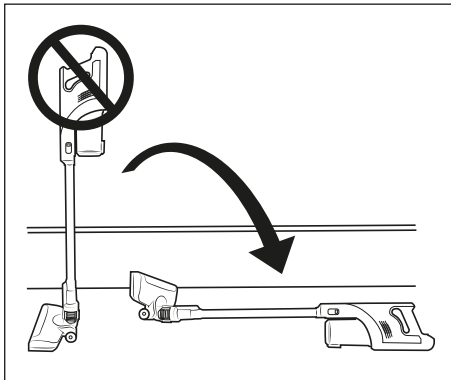

Abb. 9
- ▶ Stellen Sie den Staubsauger nicht aufrecht hin, wenn Sie ihn zwischenzeitlich abstellen oder aus der Hand nehmen wollen. Setzen Sie den Staubsauger dafür in die Wandhalterung **18** oder legen Sie ihn auf den Boden (siehe Abb. 9 und 10). Der Staubsauger kann ansonsten umkippen und beschädigt werden und unter Umständen beim Umkippen weitere Gegenstände beschädigen.